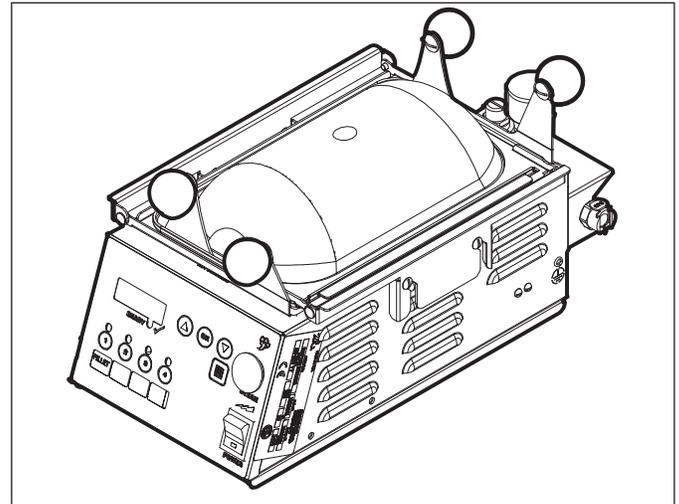

Figure 1. Cuiseur vapeur surface SS-200TT
- L'appareil Cuiseur vapeur surface (Figure 1)